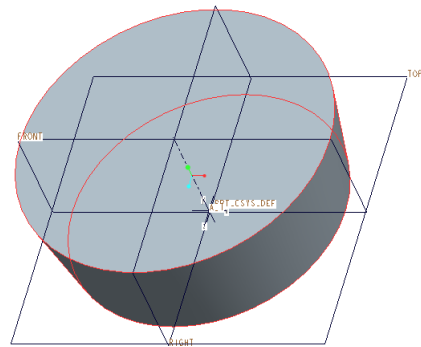

図 3-46 ドラフティング完了
- 最後に ENTER キーを押してドラフティングを完成させ、ダッシュボードで「フィーチャー完了」をクリックして図 3-46 のように終了する。